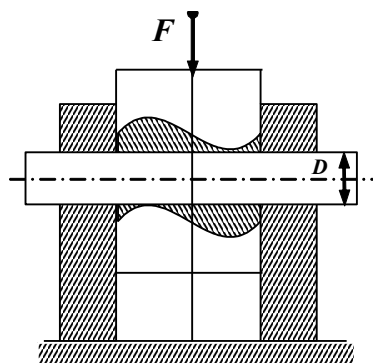

Рисунок 4. Обойма для испытания пластичного материала на двойной срез.
2. Испытуемый образец установить в приспособлении (рисунок 4).